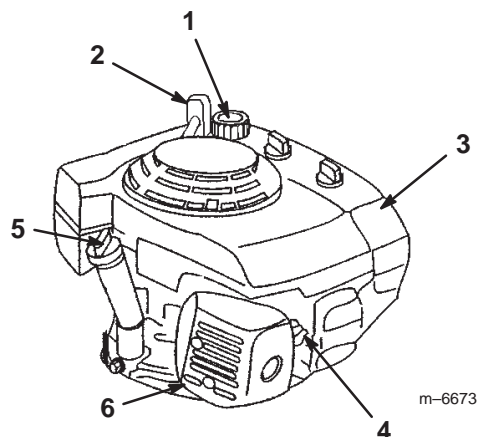

Figure 7
1. Nettoyez la surface autour du bouchon du réservoir de carburant (Fig. 7).
1. Branchez la bougie (Fig. 7).